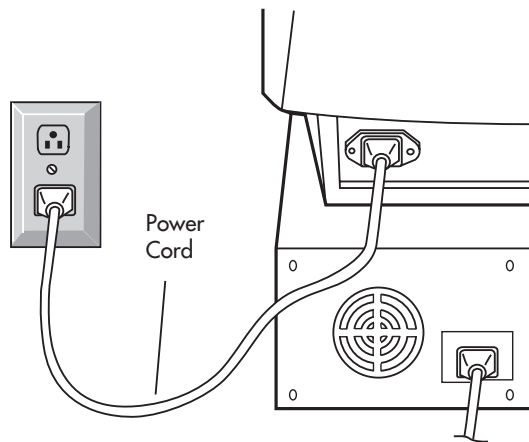

Figure C.1
5. Schließen Sie ein Ende des Netzkabels an den MultiSync Monitor der Serie FE an und stecken Sie das andere Ende in die Steckdose (**Abbildung C.1**).